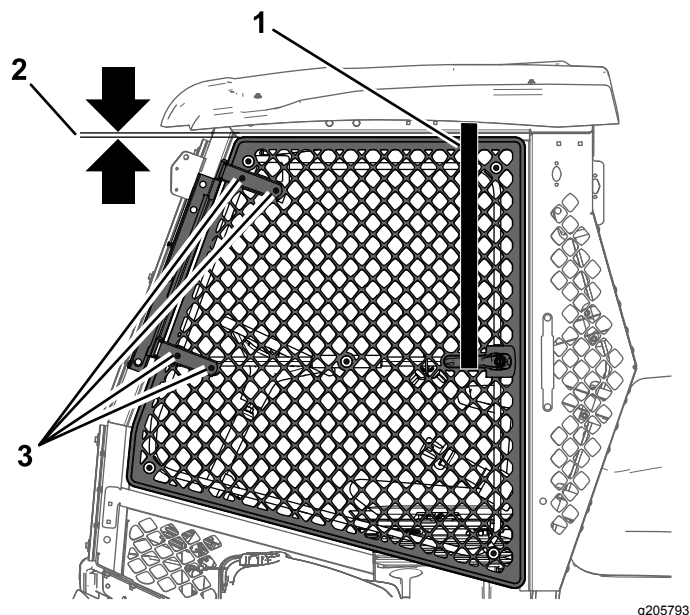

图12
2. 将棘轮带的 1 端放在顶部机架轨上将另一端放在门把手上图12。
4. 旋松门铰链上的 4 个螺栓和 4 个螺母图12。